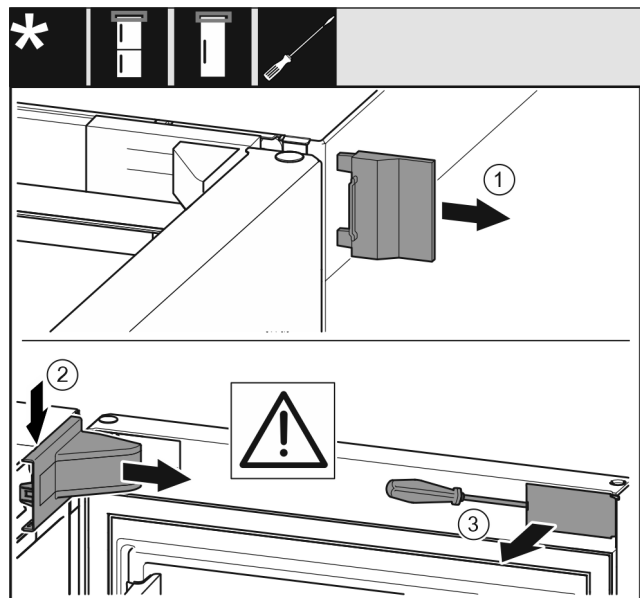

Fig. 6
- ▶ Äußere Abdeckung abnehmen. Fig. 6 (1)
- ▶ Lagerbockabdeckung ausrasten und lösen. Lagerbockabdeckung abnehmen. Fig. 6 (2)
- ▶ Blende mit Schlitzschraubendreher ausrasten und zur Seite schwenken. Fig. 6 (3)